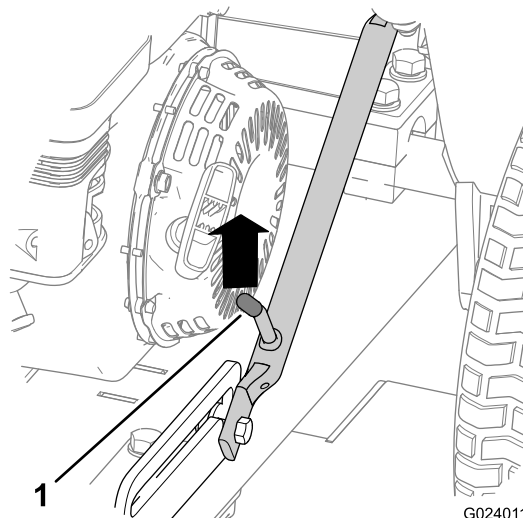
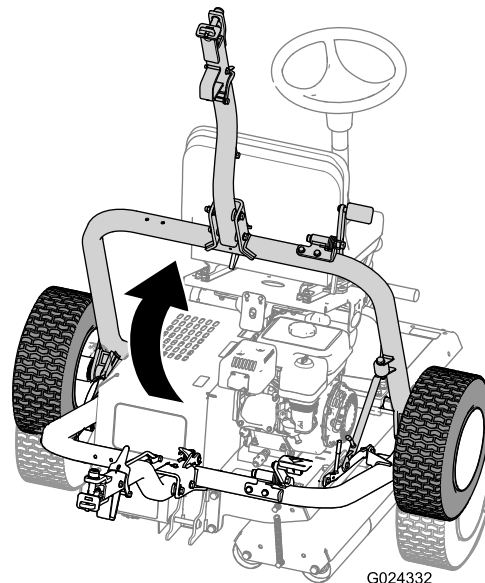

Bild 25
Bild 29
- A. Drücken Sie die Anbauvorrichtung nach oben, bis der Sperrhebel aus der seitlichen Arretierung entriegelt ist (Bild 25).
- D. Heben Sie die Anbauvorrichtung (Bild 29) an, bis der Sperrhebel in der seitlichen Arretierung einrastet (Bild 25).